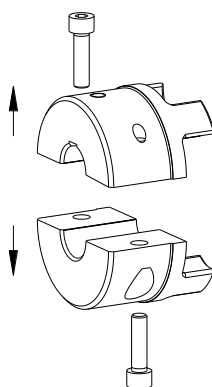

Bild 6
- Lösen und entfernen Sie die Zylinderschrauben (Bauteil 4) aus den SPLIT-Naben (Bauteil 1) (siehe Bild 6). Sollten sich die Halbschalen nicht voneinander lösen, ist mit geeignetem Werkzeug (Montagehammer), der Lösevorgang einzuleiten.